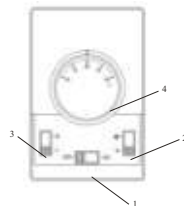

Рис. 4. Пульт управления
7.1 Для включения завесы необходимо перевести переключатель пульта управления (рис. 4)1 в положение “ON”, переключатель 2 перевести в верхнее положение “**” (при этом начинает работать вентилятор завесы) и открыть запорные вентили на водяной магистрали.